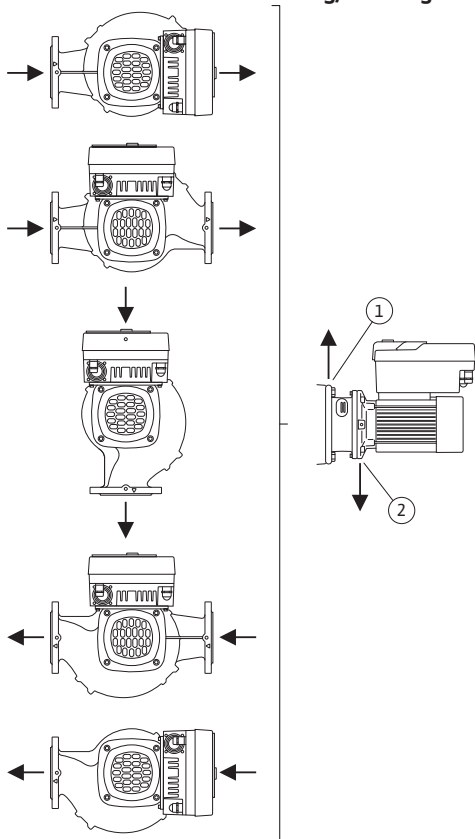

Fig. 16: Tilladte installationspositioner med vandret akse
- Ved vandret motoraksel er det nødvendigt, at kondensathullet vender nedad (Fig. 16, pos. 2). Det kan være nødvendigt at dreje motoren.